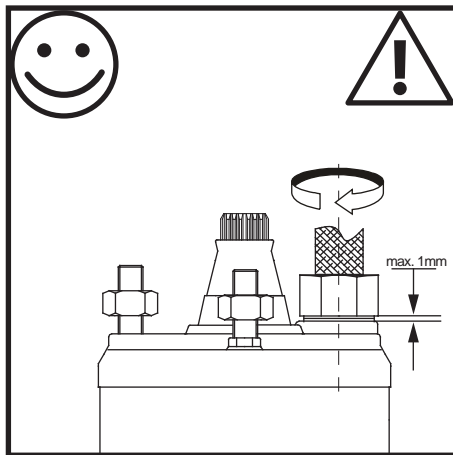

Fig.: 8
4. Introduzir a ficha na tomada até que a rosca se torne visível (Fig. 8 / 9).